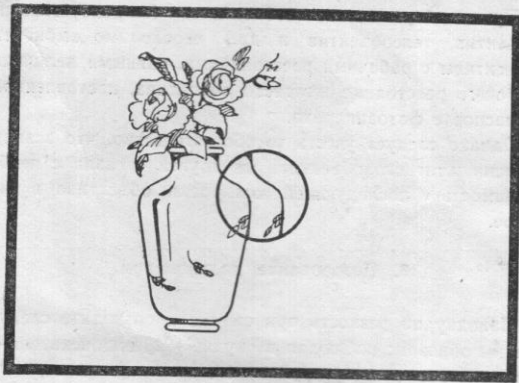

Рис. 12.
В этом кружке наблюдаемый объект виден в двойном изображении (рис. 12). Вращением объектива за поводковое кольцо (13) совместите оба изображения объекта. В этом случае объектив будет точно установлен на расстояние до выбранного для съемки объекта и даст резкое изображение объекта на пленке.